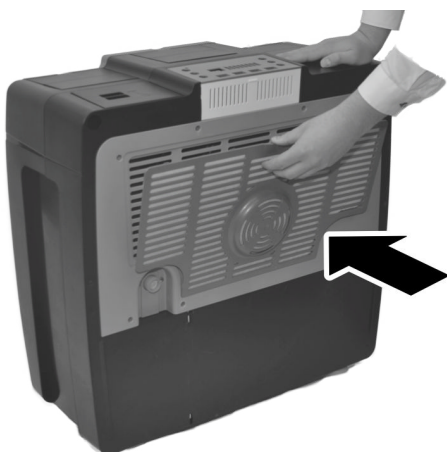

Abb. 31: Ansauggitter schließen
4. ▶ Ansauggitter schließen. Dazu die unteren beiden Führungen in die dafür vorgesehenen Löcher einsetzen und die einzelnen Fixierpunkte andrücken, bis sie einrasten (Abb. 31).